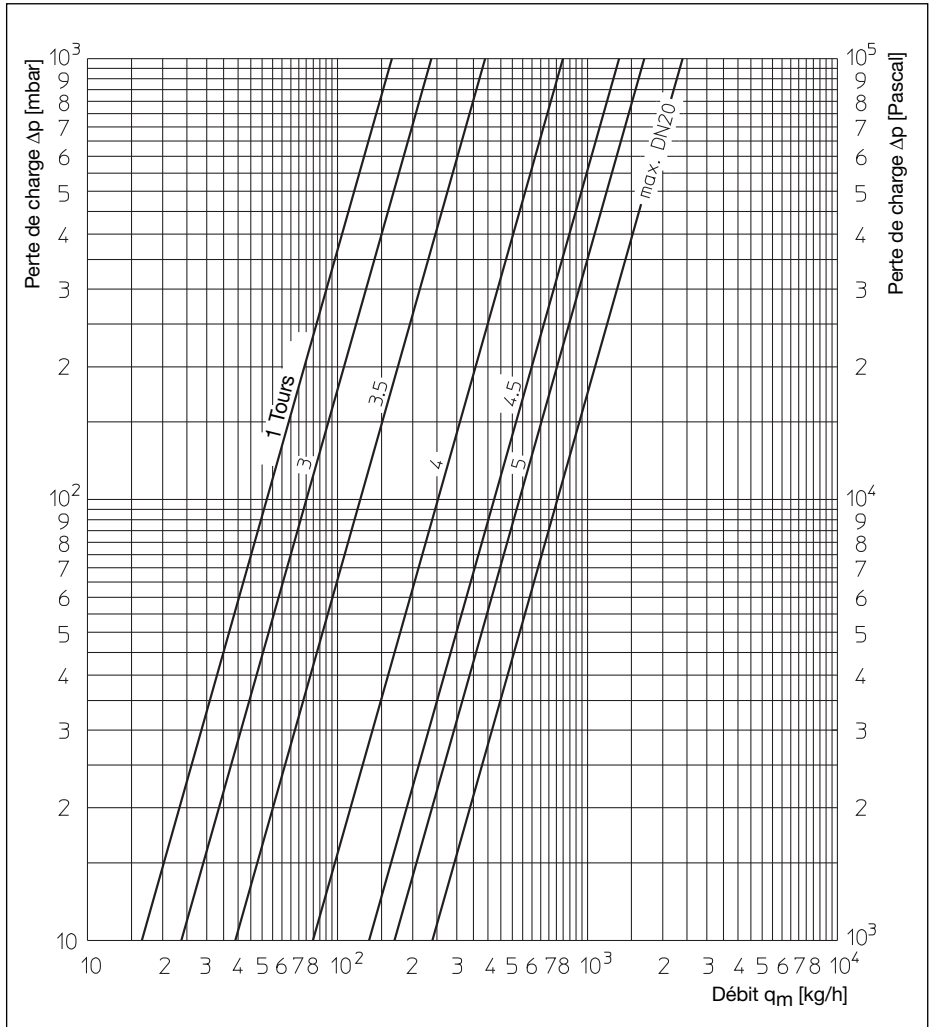

Fig. 9.1: Diagramme mécanisme de réglage pour différents pré-réglages
- Déterminer la valeur de pré-réglage à l'aide du diagramme de dimensionnement (fig. 9.1)